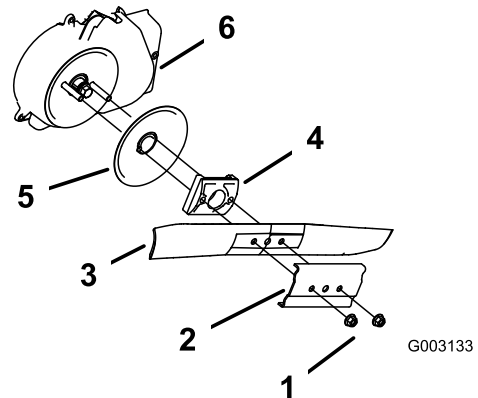

Figura 30
3. Togliete i due dadi della lama ed il rinforzo (Figura 30).
4. Togliete la lama (Figura 30).
5. Togliete il giralama e il disco (Figura 30).
6. Pulite il carter della frizione del freno della lama (Figura 30).
10. Montate la lama ed il rinforzo tolti in precedenza (Figura 30).